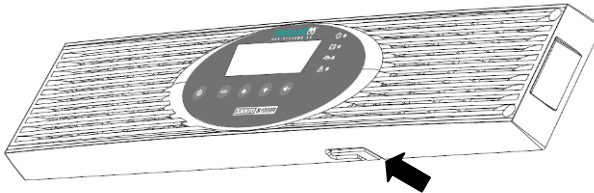

Abbildung 6: Entfernen des Kabelauswurfs vom Batteriepaket
2. Entfernen Sie den Kabelauswurf an der Unterseite der Frontblende der USV-Anlage (siehe Abbildung 6).